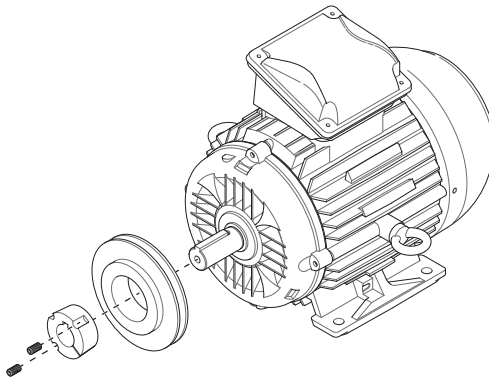

Abb. 39: Riemenscheibe von Motorwelle abnehmen (KA)
2. Messung nach Abbildung 39 durchführen.